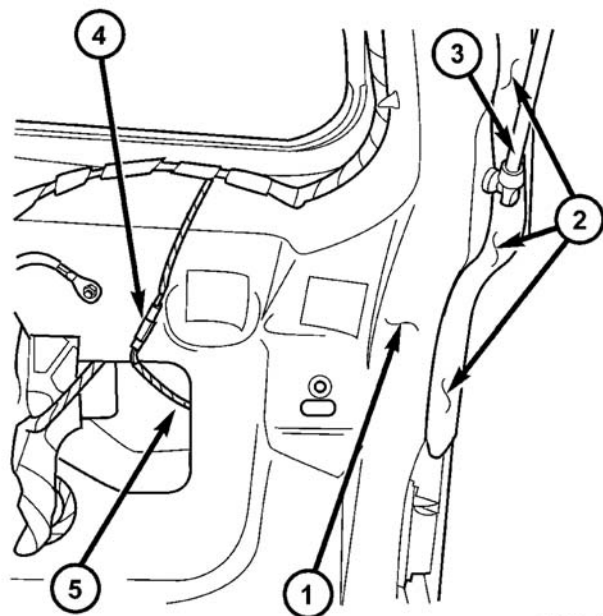

图 4 夹紧传感器位置
配备了电动举升门的车辆使用两个夹紧传感器，分别位于举升门的两侧（图 4）。这些传感器看起来类似密封条，但它们是由多个导电橡胶片（带式开关）、电线、电阻器、双面带和一个塑料座组成。用它们来指示在电动关闭过程中出现的障碍。
- （3）断开夹紧传感器电线线束接头（图 4）。